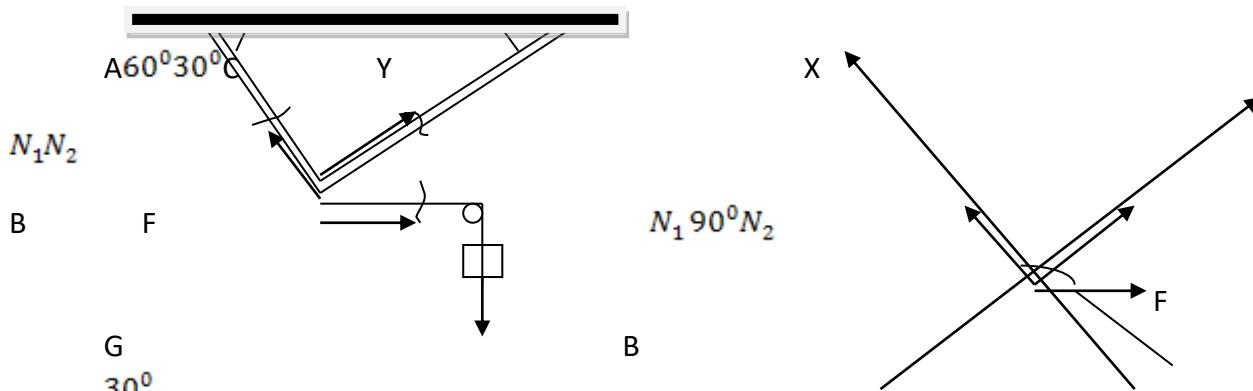

Рис.2
**Пример №1.** Для плоской стержневой системы (рис.2) определить внутренние реакции стержней, где  $G=50$  кН.